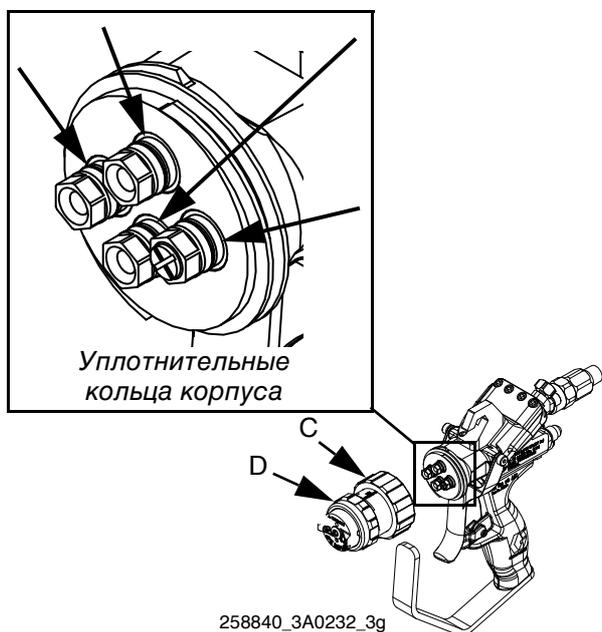

Рис. 8
1. Проверьте уплотнительные кольца на корпусах. В случае необходимости замените. См. Рис. 8.